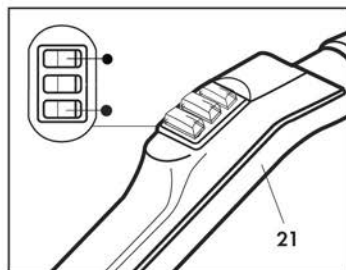
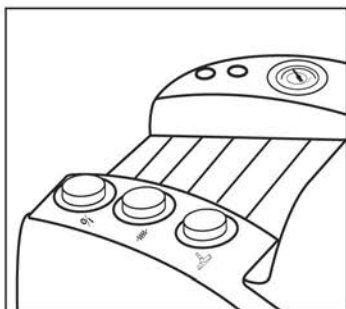

Fig. 14
Fig. 15
Per arrestare l'apparecchio spegnere gli interruttori di comando vapore e aspirazione posti sull'impugnatura (21) (Fig. 14); spegnere gli interruttori posti sull'apparecchio (Fig. 15) e scollegare la spina dalla presa di corrente.
Para parar o aparelho desligar os interruptores de comando vapor e aspiração colocados na empunhadura (21) (Fig. 14); desligar os interruptores colocados no aparelho (Fig. 15) e desconectar a ficha da tomada de corrente.